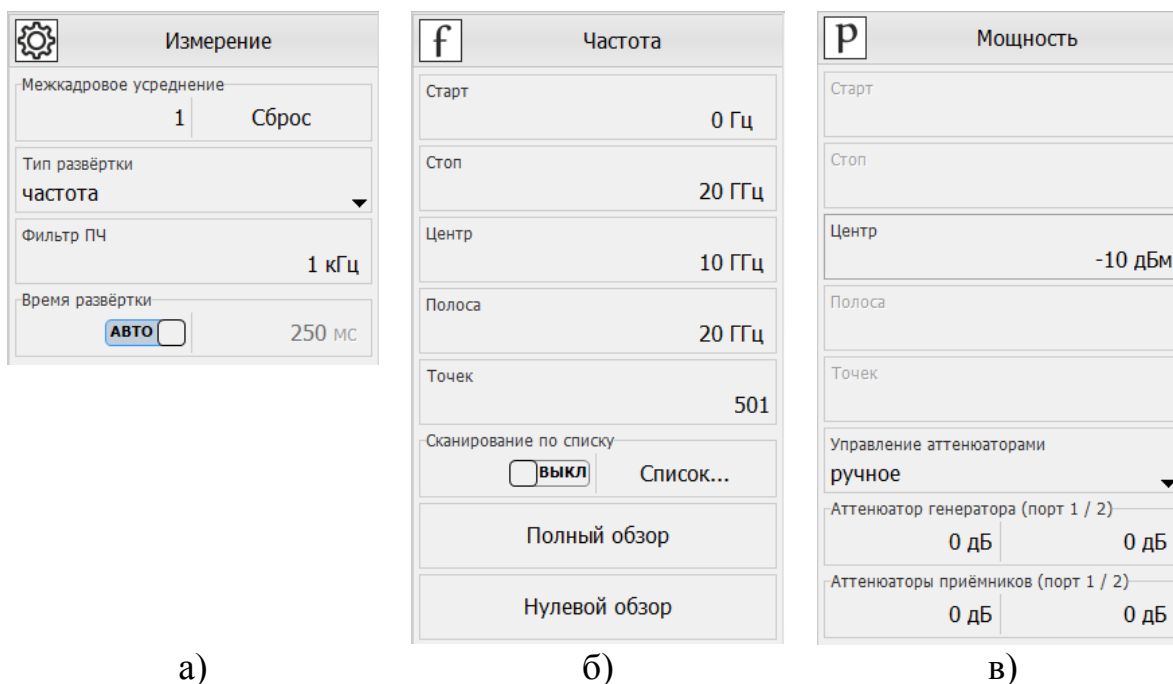

Рисунок 2.16 – Панели управления «Измерение» (а), «Частота» (б) и «Мощность» (в)
**Панель управления «Измерение»** (рисунок 2.16-а) содержит следующие поля:
**Панель управления «Частота»** (рисунок 2.16-б) содержит следующие поля:
**Панель управления «Мощность»** (рисунок 2.16-в) содержит следующие поля: